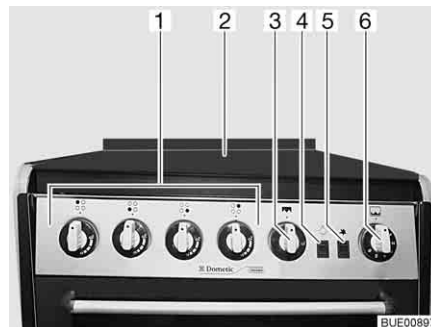

Fig. 181 Réchaud à gaz avec four et grill
- Ouvrir le couvercle du réchaud à gaz (Fig. 181,2).
- Tourner le bouton tournant (Fig. 181,1) du brûleur désiré en position d'allumage (grande flamme) et appuyer.
- Appuyer plusieurs fois sur le bouton d'allumage (Fig. 181,5) jusqu'à ce que la flamme se consume.
- ▷ L'interrupteur (Fig. 181,4) permet d'allumer et d'éteindre la lumière dans le four.
- Appuyer légèrement sur le bouton tournant (Fig. 181,3) et tourner en position d'allumage (grande flamme).
- Appuyer sur le bouton d'allumage (Fig. 181,5) jusqu'à ce que la flamme se consume.
- Appuyer légèrement sur le bouton tournant (Fig. 181,6) et tourner en position d'allumage entre 1 et 6.